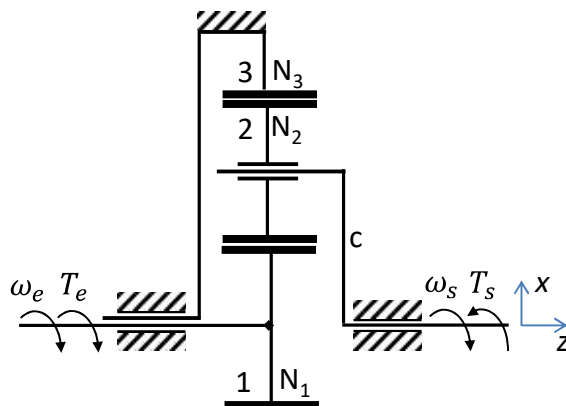

Figure 1 : Train planétaire
Les équations (1) et (2) qui relient les vitesses angulaires (ω_i) du train planétaire montré à la **Figure 1** peuvent aussi être combinées et écrites pour les accélérations angulaires (α_i) sous la forme (3).